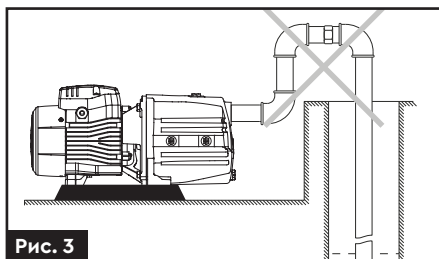

Рис. 3
- На вхідному трубопроводі має бути якомога менше вигинів для безперешкодного проходження води у вхідний отвір насоса (**рис. 3**).